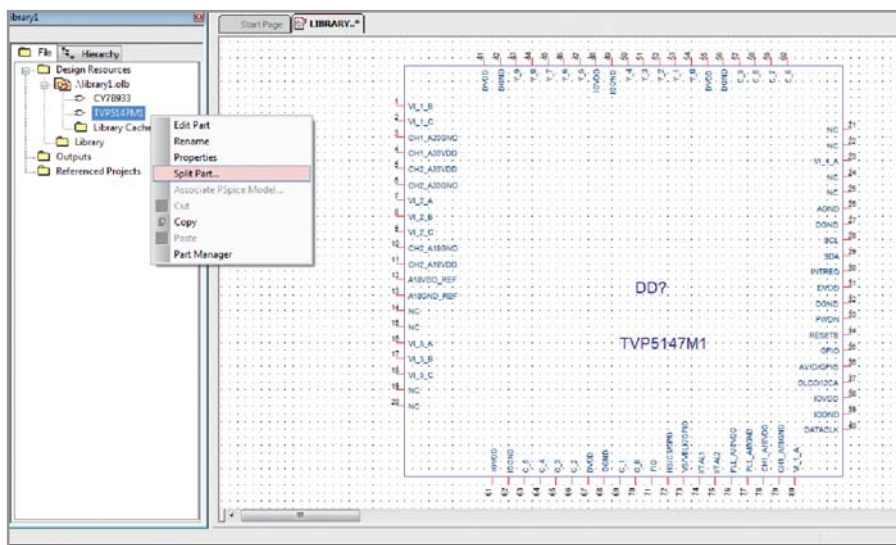

Рис. 15. Вид готового символа, полученного методом New Part From Spreadsheet
5. Заполним оставшиеся столбцы с помощью ЛКМ и Shift, как описано выше. Нажмём OK. На экране появится ошибка, и программа предложит посмотреть её или продолжить сохранение без изменений. В результате в библиотеке OrCAD Capture появится новый компонент, который можно отредактировать уже описанными способами (см. рис. 15).